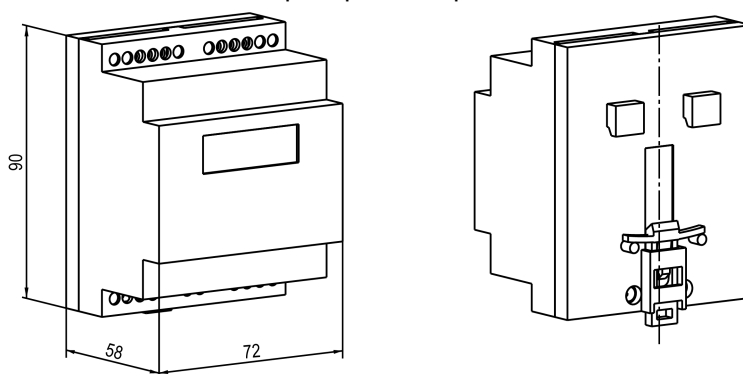

Рисунок 4.14 – Габаритные размеры корпуса Д
1. Подготовить место на DIN-рееке для установки прибора (см. рисунок 4.14).